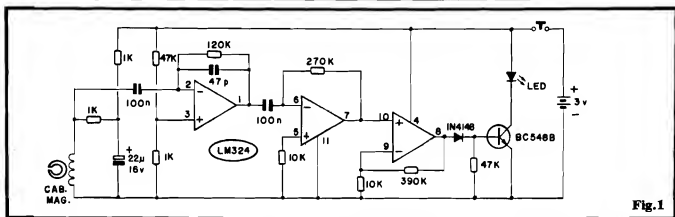

Fig.1
- FIG. 1 - DIAGRAMA ESQUEMÁTICO DO CIRCUITO - A. "tese" do funcionamento está centralizada na seguinte função: "perceber" a presença do mínimo campo magnético de segurança presente no interior da nota